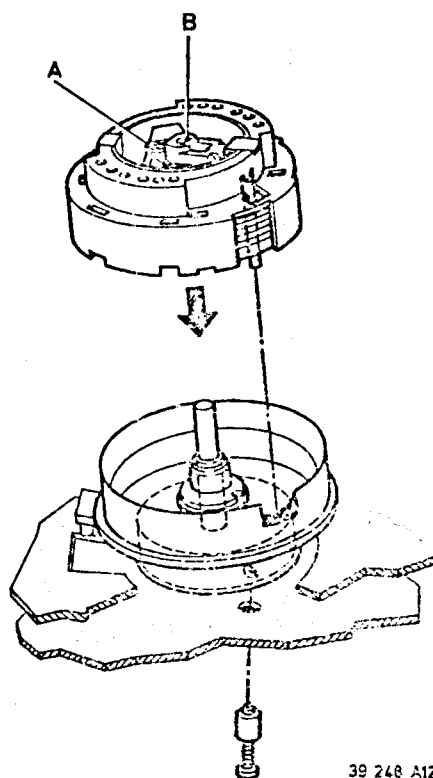

Fig. 3-1-5
- Rotorfixierstift (jeder Servicekopfscheibe beige packt) durch Loch im Boden und im Scannermotor mit leichtem Druck einstecken, dabei Kopfscheibe solange mit der Hand verdrehen, bis Arretierung erfolgt (maximal eine Umdrehung; Abb. 3-1-5).